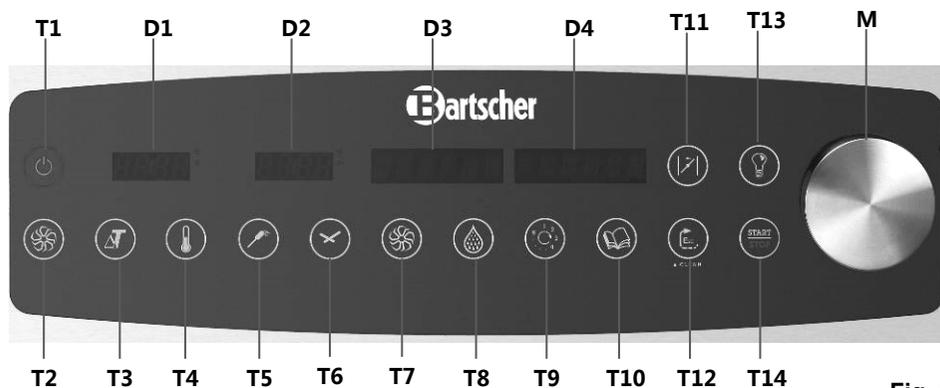

Fig. 8
- Allumer l'appareil avec l'interrupteur principal **T1** (fig. 8, p. 96).
- Presser la touche **T14** (fig. 8) „Start/Stop“.
- L'éclairage de la chambre de cuisson s'effectue en pressant la touche **T13** (fig. 8). Il s'éteint automatiquement après 45 secondes à moins d'être éteint au préalable manuellement en pressant à nouveau la touche **T13**.